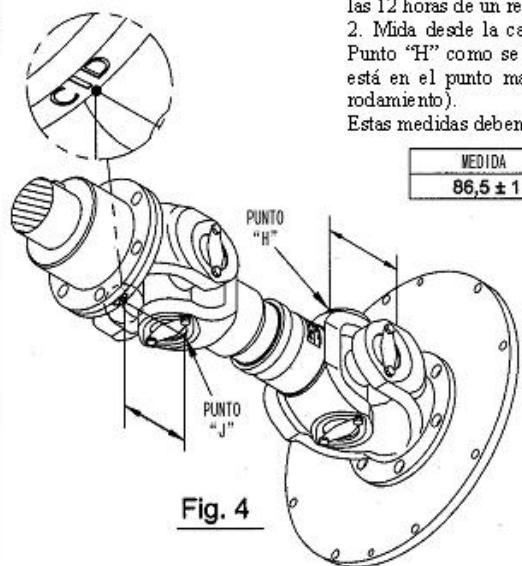

Fig. 4
1. Mida desde la cara de la brida del eje motriz hasta el Punto "J" como se muestra en la (Fig. 4). (El Punto "J" es igual al punto "G" con el eje motriz girado 90°). Esta medida debe ser igual a la del punto "H" $\pm 1\text{ mm}$.